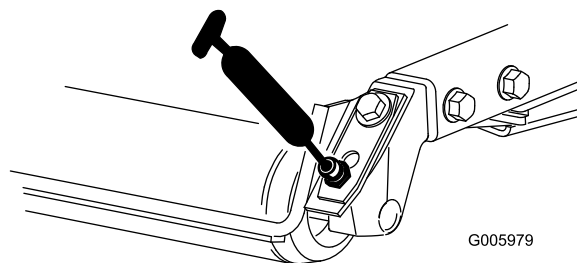

Figura 51
- Cuscinetti a rulli posteriori (2 per apparato di taglio) (Figura 51)